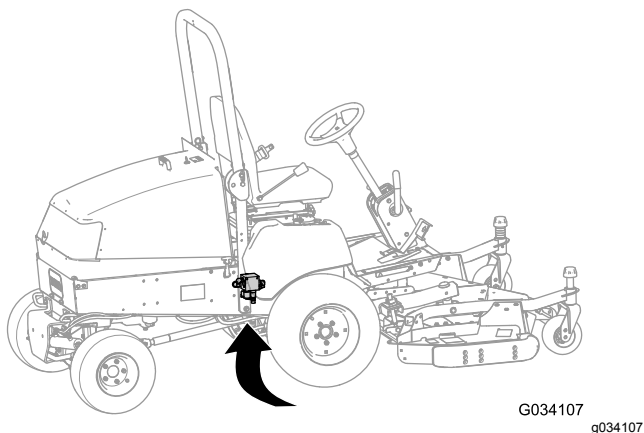

Рисунок 13
2. Найдите коллектор подъема под машиной, с внутренней стороны от правого швеллера рамы, позади переднего моста (**Рисунок 13**).